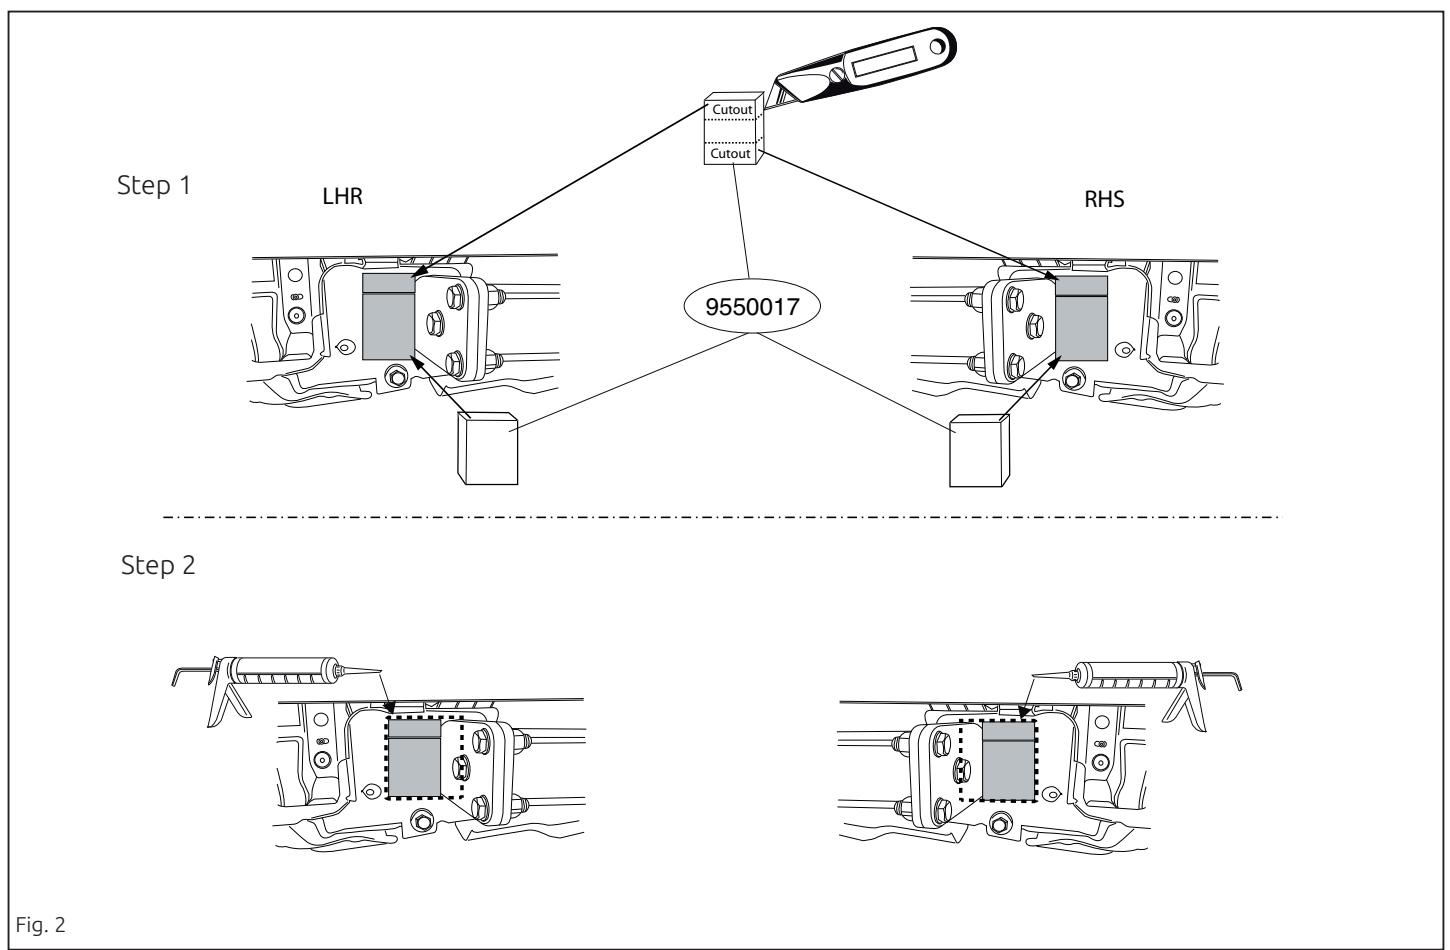

Fig. 2
10. Place the three PE foam blocks as sealing in the chassis members. Seal the portions indicated (fig 2).
10. Die drei PE-Schaumblöcke als Dichtung in den Fahrgestellträger einsetzen. Die angegebenen Teile katten (Abbildung 2).
балки шасси. Герметизировать обозначенные части (на рис. 2)